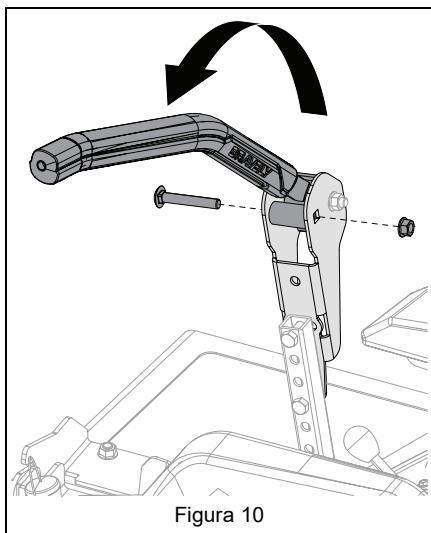

Figura 10
8. Gire la palanca de dirección hacia dentro y vuelva a colocar el espaciador excéntrico usando la tornillería original. Consulte Figura 10.